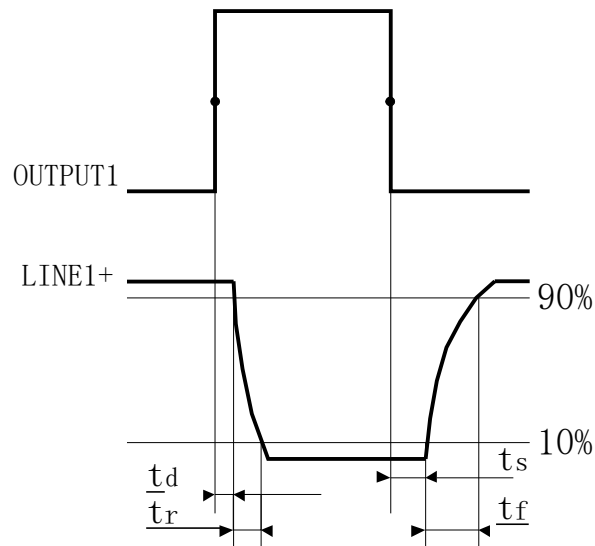

图 3-4 光耦隔离输出电路参数
- 上升沿延时=tr+td: <50μs (0℃~45℃)，参数说明见图 3-4：
- 下降沿延时=ts+tf: <50μs (0℃~45℃)，参数说明见图 3-4：
- 上升沿延时=tr+td: <20μs (0℃~45℃), 参数说明见图 3-4
- 下降沿延时=ts+tf: <20μs (0℃~45℃), 参数说明见图 3-4